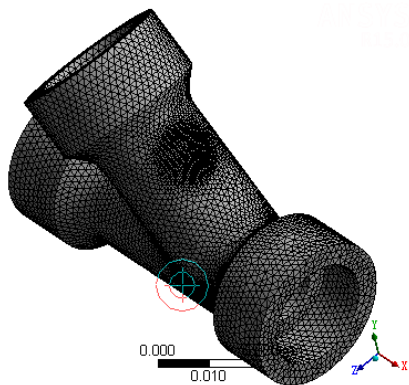
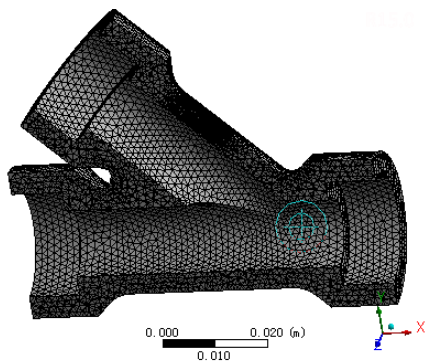

图 3-86 网格效果
图 3-87 剖切效果
- 步骤 07** 执行  Generate Mesh 命令生成网格, 如图 3-86 所示, 此时所选影响球范围邻近面的网格更细。在 Section Planes 列表中单击复选框将剖切截面显示打开, 此时的网格效果如图 3-87 所示。